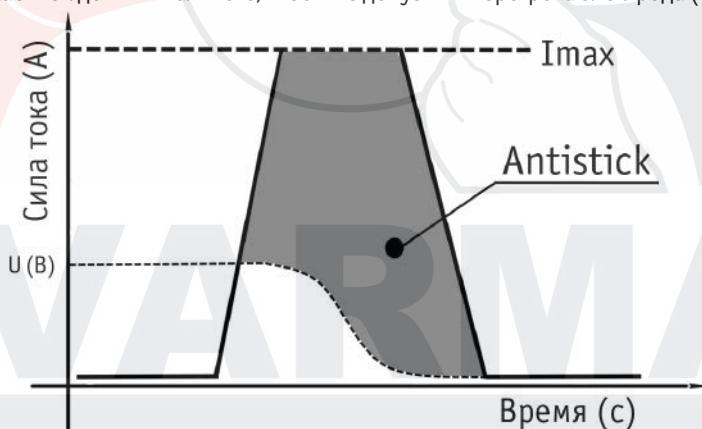

Рис. 7.2.4. Antistick.
**Antistick** – данная функция устраниет прилипание электрода к изделию. Аппарат автоматически снижает ток до минимального, чтобы не допустить перегрева электрода (См. рис. 7.2.4).